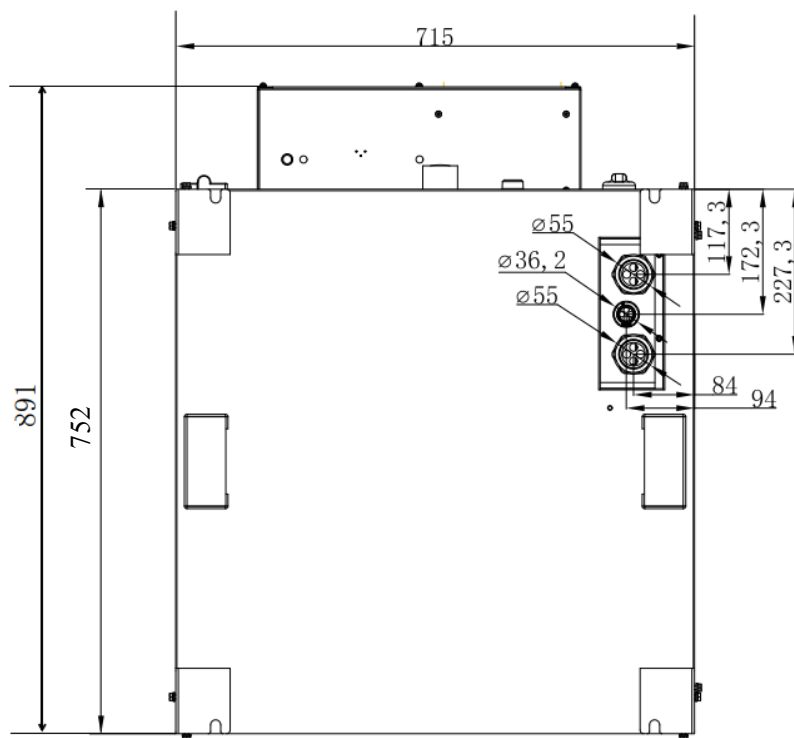
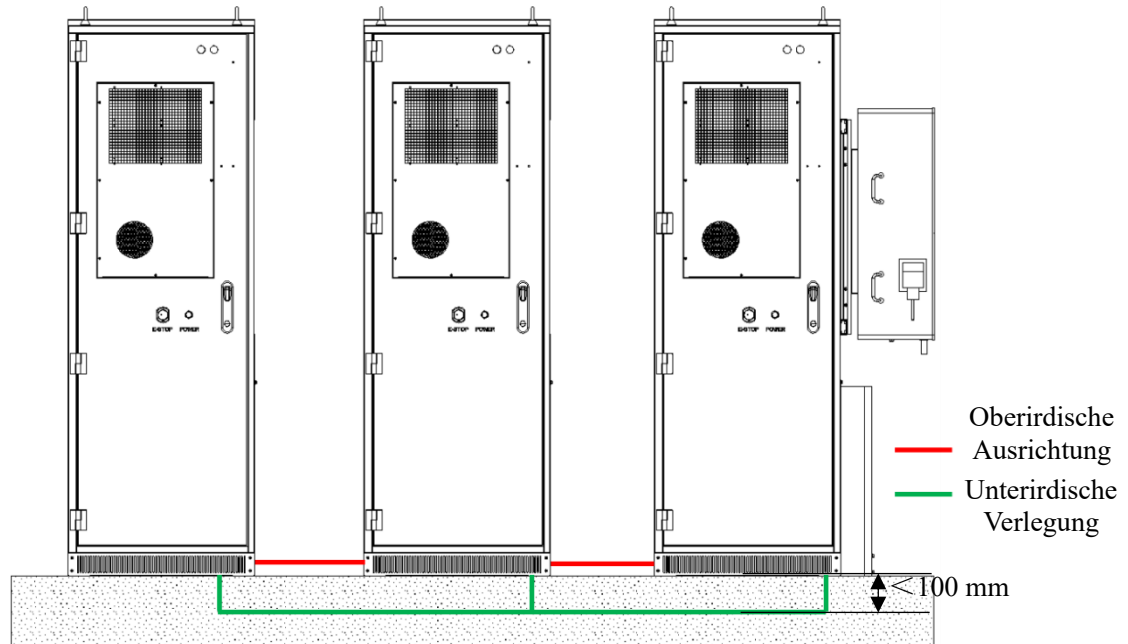

Abbildung 3.2.3 Positionierungsdiagramm der Durchgangsbohrungen am Schrankboden
Abbildung 3.3.3 Parallele Ausrichtung mehrerer Schränke
(3) Bei der unterirdischen Verlegung (insbesondere bei Verwendung mehrerer Schränke und Maschinen) ist die Angabe in Abbildung 3.2.3 zum Betonfundament zu beachten, um die Ausrichtungsnut vorzusehen. Die Tiefe der Ausrichtungsnut sollte weniger als 100 mm betragen (Abbildung 3.3.3).